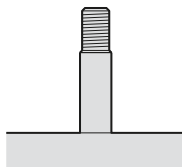

図20a
- シュレーダーバルブ(図20a)は、自動車のタイヤバルブと同じ形状です。シュレーダーバルブチューブに空気を入れるには、バルブキャップを外し、ポンプのフィッティングをバルブシステムの先端にクランプします。シュレーダーバルブの空気を抜くには、鍵の先端や適切な工具を使って、バルブシステム先端のピンを押し込みます。